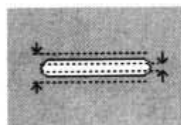
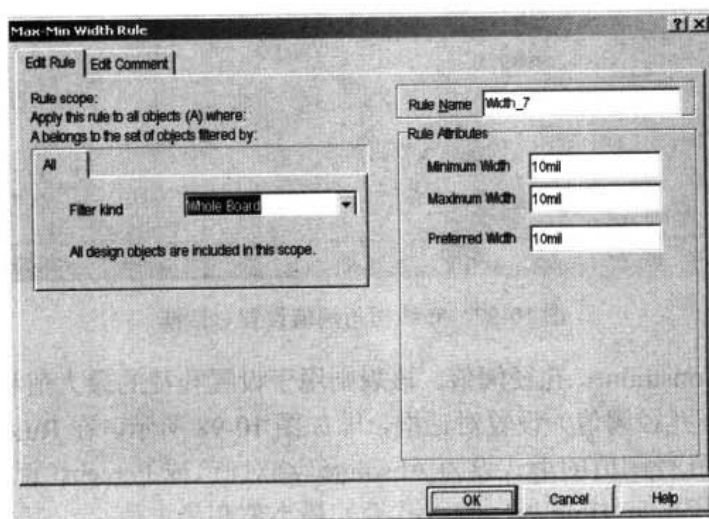

图 10-94 布线宽度
图 10-95 Max-Min Width Rule (布线宽度) 设置对话框
- **Width Constraint:** 布线宽度。该规则用于设置布线时导线宽度的最大允许值和最小允许值, 如图 10-94 所示。Max-Min Width Rule (布线宽度) 设置对话框, 即如图 10-95 所示。可在 Rule Attributes 栏中要求定义布线宽度的 Minimum Width (最小值)、Maximum Width (最大值)、Preferred Width (首选值)。首选值可被用于自动布线和手工布线的过程。而最小值和最大值可被用于在线 DRC 过程